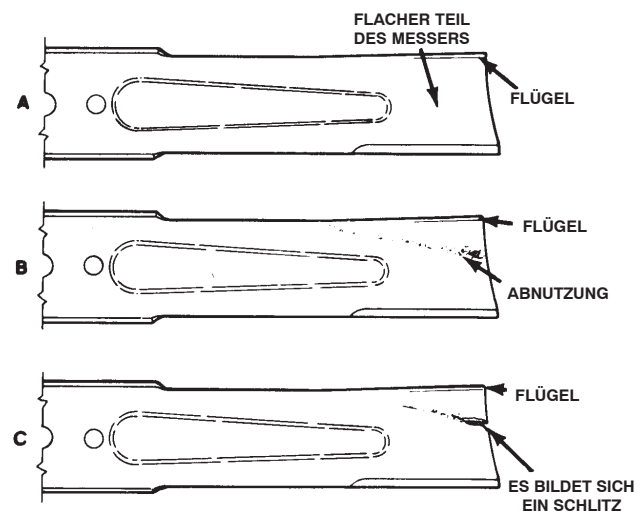

Bild 33
2. Prüfen Sie die Schnittkanten des Messers sorgfältig, insbesondere dort, wo die geraden Flächen die gebogenen berühren (Bild 33-A). Da Sand und anderes reibendes Material das Metall abschleifen kann, das die flachen mit den gebogenen Teilen verbindet, müssen Sie das Messer vor jedem Einsatz der Maschine prüfen. Tauschen Sie, wenn Sie einen Schlitz oder eine Abnutzung (Bild 33-B) feststellen, das Messer aus; siehe „Entfernen des Messers“ auf Seite 24.
Wenn sich das Messer abwetzen kann, bildet sich ein Schlitz zwischen dem Windflügel und dem flachen Teil des Messers (Bild 33-C). Zuletzt kann sich ein Stück des Messers lösen und aus dem Gehäuse herausgeschleudert werden. Das kann zu schweren Verletzungen bei Ihnen selbst und Unbeteiligten führen.